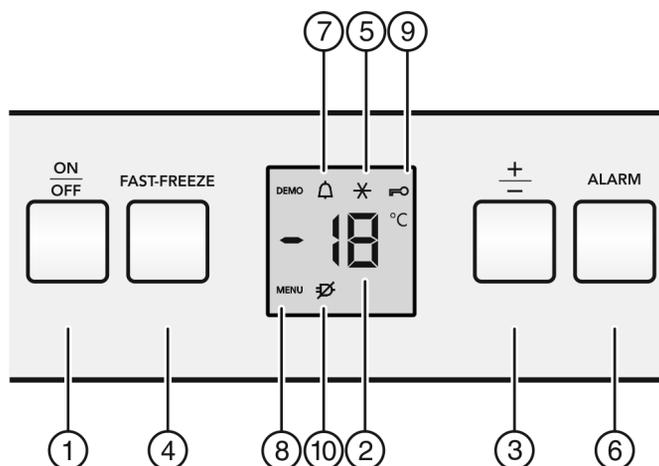

Fig. 2
- Appuyer sur la touche On/Off Fig. 2 (1).
- ▷ L'appareil est enclenché. L'affichage de la température et le symbole Alarme Fig. 2 (7) clignotent jusqu'à ce que la température soit suffisamment froide.
- ▶ Appuyer environ 5 secondes sur la touche Fast-Freeze Fig. 2 (4).
- ▷ Le symbole Menu Fig. 2 (8) apparaît dans l'affichage.
- ▶ Confirmer brièvement avec la touche Fast-Freeze Fig. 2 (4).
- ▷ Le symbole Sécurité enfant Fig. 2 (9) s'allume dans l'affichage.
- ▶ Appuyer brièvement sur la touche On/Off Fig. 2 (1).
- ▶ Appuyer sur la touche Alarme Fig. 2 (6).
L'affichage de la température clignote en même temps que le symbole Alarme Fig. 2 (7).
L'avertisseur sonore s'éteint automatiquement et le symbole Alarme Fig. 2 (7) et l'affichage de température arrêtent de clignoter lorsque la température est de nouveau suffisamment froide.